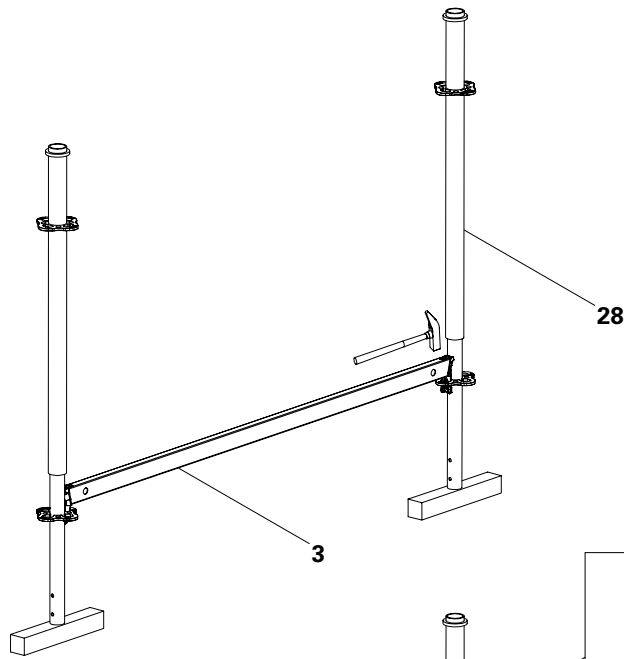
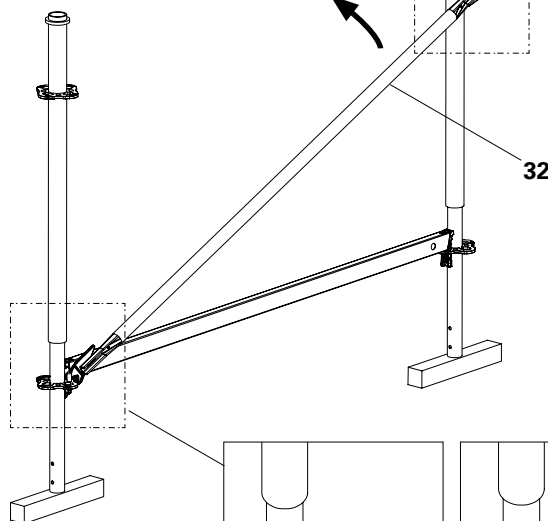

Fig. A3.03
Fig. A3.04
1. Posizionare sul legno il montante di testa (28) con diametro ridotto e agganciare il corrente orizzontale (3). Fissare i cunei. (Fig. A3.03)
2. Installare i diagonali verticali (32) in modo incrociato:
- Inserire l'attacco di base (32.1) con un angolo di 45° nel foro rotondo della rosetta e ruotare il diagonale verticale verso l'interno al livello del corrente. (Fig. A3.04 + A3.04a)
- Rimuovere l'inserto a molla (32.3) dalla traversa di testa e far scorrere la traversa di testa (32.2) lateralmente sulla rosetta finché il perno non si inserisce nel foro rotondo della rosetta. (Fig. A3.04 + A3.04b)
- Allentare l'inserto a molla e farlo scattare in posizione nel foro della rosetta. (Fig. A3.04)